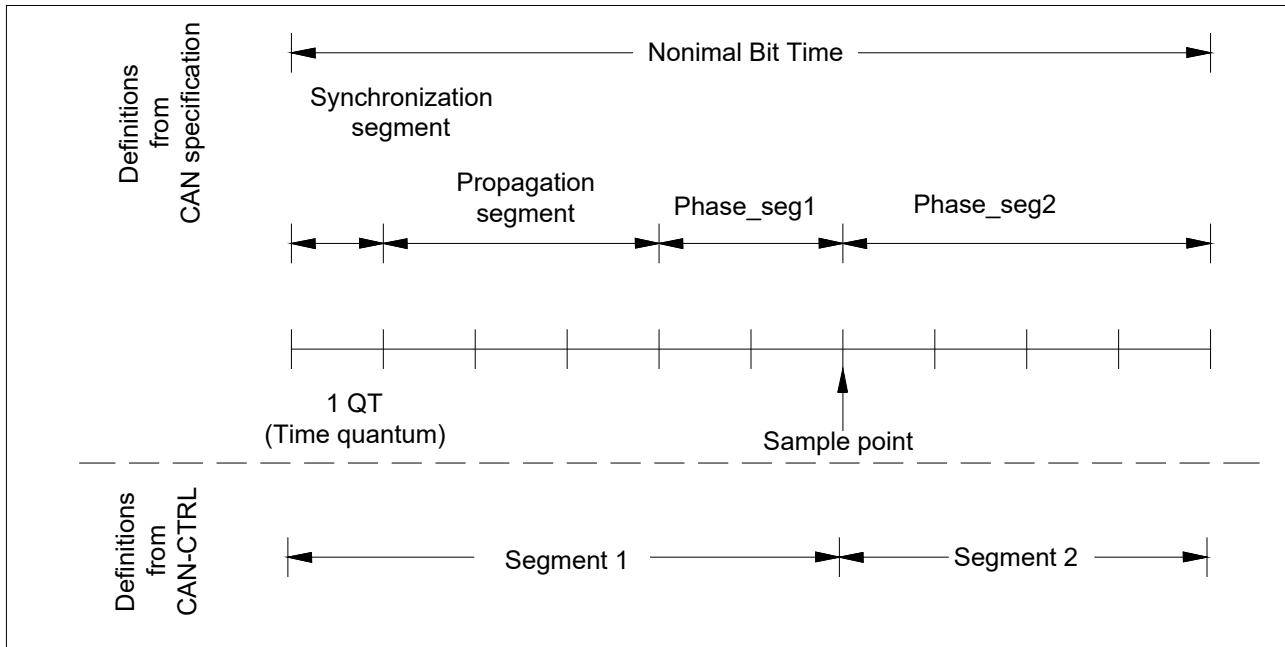

图 30-2 CAN 位时间定义图
- 1) 若 BT 寄存器的 PRESC 位设定 ≥ 1 时，参考图 30-2 的 sample point 所示，采样点位于 segment1 和 segment2 的分界点上；